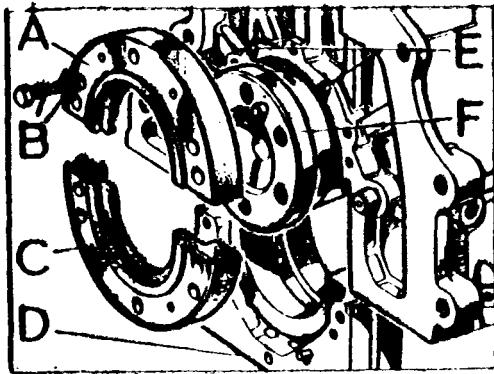

Fig. A3-83B Elementos de fijación del retén del cigueñal
- 1.10. Desmontar la tapa, D (Fig. A3-83B) del cojinete trasero con la mitad del porta-retén, C.
- 1.11. Soltar los tornillos, B (Fig. A3-83B) a través de la comisura que dispone la brida del cigüeñal y retirar la mitad, A, del porta-retén cuya posición está determinada por las espingas, E.